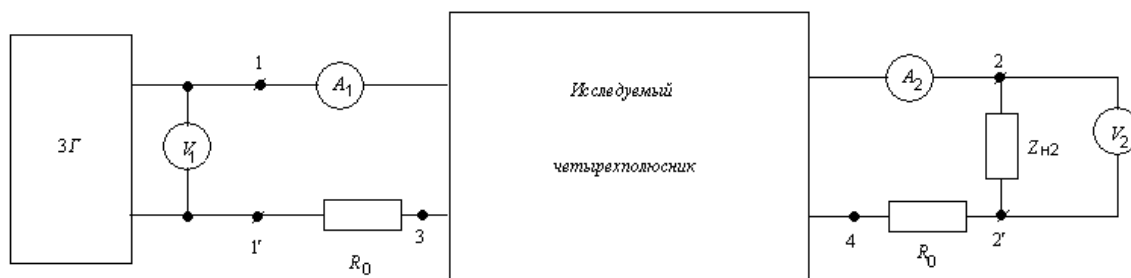

Рисунок 3.5
3.3.1 Собрать цепь (рисунок 3.5), включив в нее исследуемый симметричный четырехполюсник, установить значения U_1, f, L и C согласно варианту (таблица 3.1).